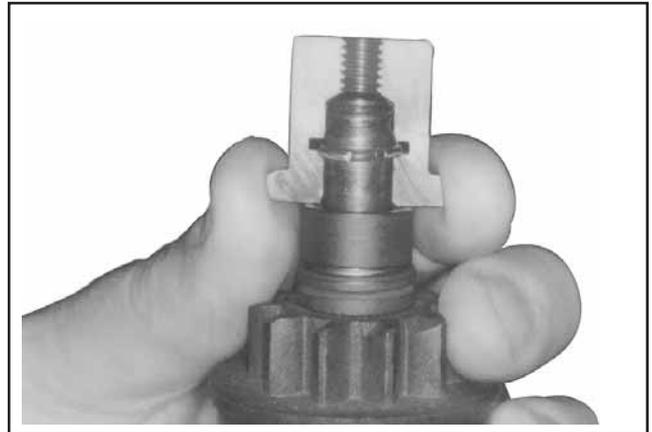

Figura 8-12. Montar a Metade Interna da Ferramenta Em Volta do Veio da Armadura e o Anel de Retenção.
4. Segurando no retentor da mola da posição de recolhido, monte as metades internas da ferramenta de remoção em volta do veio da armadura com o anel de retenção na ranhura interior (consulte a Figura 8-12). Faça deslizar o colar sobre as metades internas para mantê-las em posição.